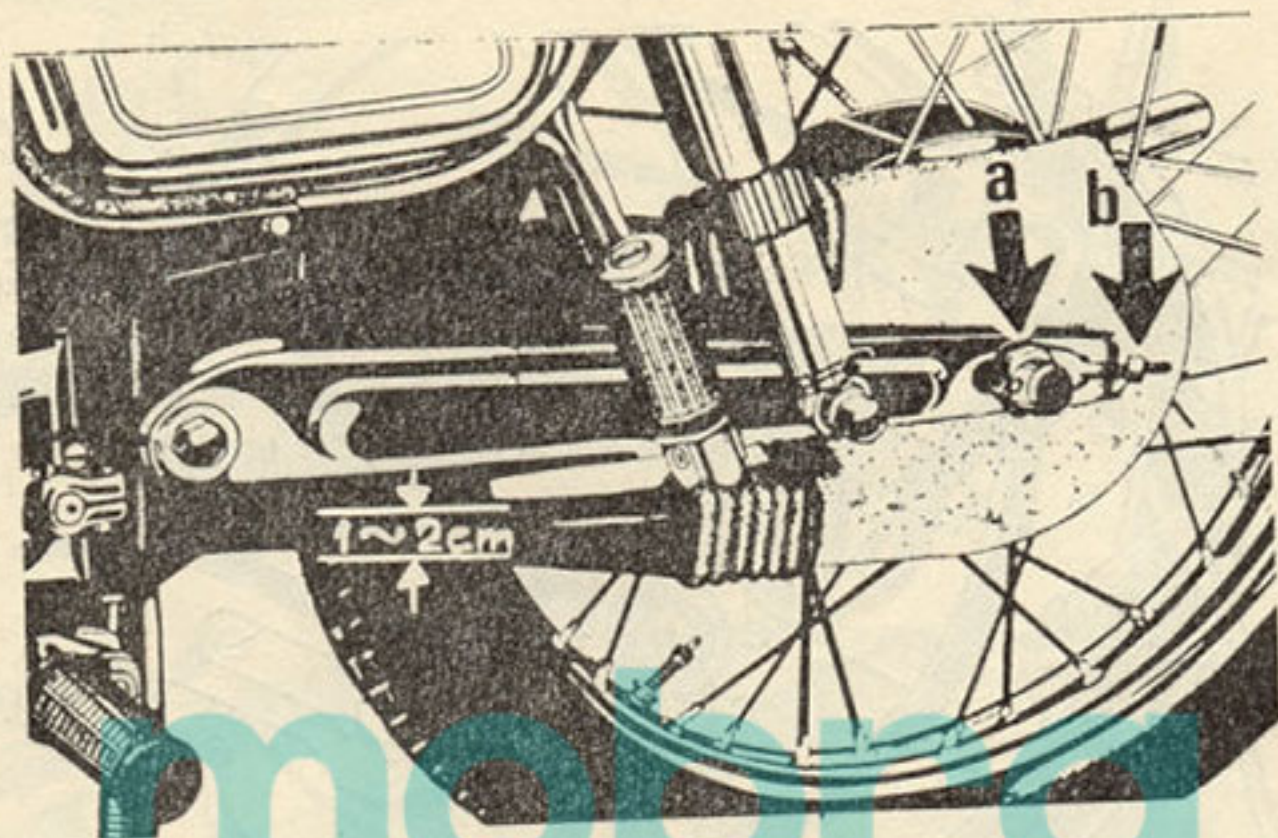

Fig. 28
1. Slăbiți piulița axului roții aflată pe partea dreaptă a motoretei (nu se vede în fig. 28) precum și piulița „a”.